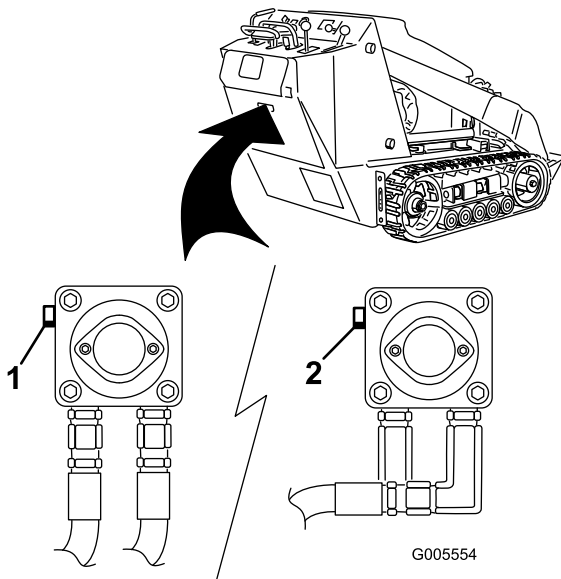

Figura 12
3. Usando una llave inglesa, gire las válvulas de remolcado de las bombas hidráulicas dos vueltas en el sentido contrario a las agujas del reloj (Figura 12).